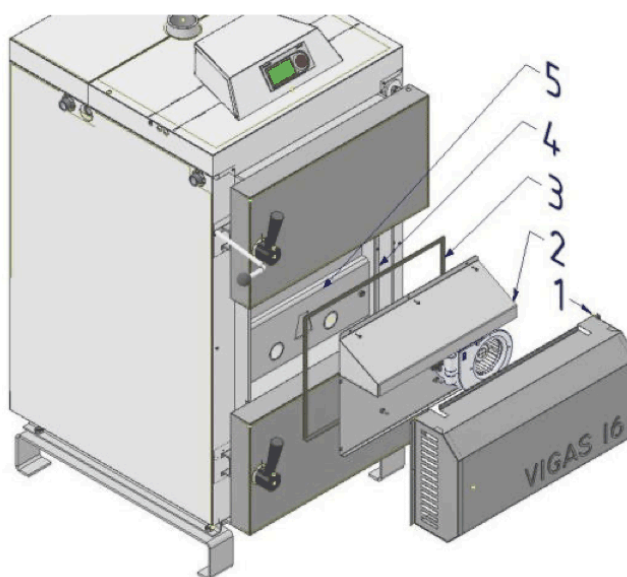

Fig. 13
2. Dacă este nevoie, scoatem și tabla de aer (9) și curățăm conducta de aer primar. Montăm la loc tabla de aer.
3. Înainte de montarea PPV slăbim piulița (7) de pe servomotor (5). Astfel axul clapetei (6) se eliberează de servomotor (5). Apoi verificăm garnitura PPV (fig. 13 – poz. 3) și, dacă este nevoie, o înlocuim (tab. 6).
5. Apăsăm ușor axul clapetei spre tabla de aer (9) și îl blocăm cu piulița (7). **Avem grijă ca clapeta (2) să fie apăsată uniform pe toată suprafața tablei de aer (9).**